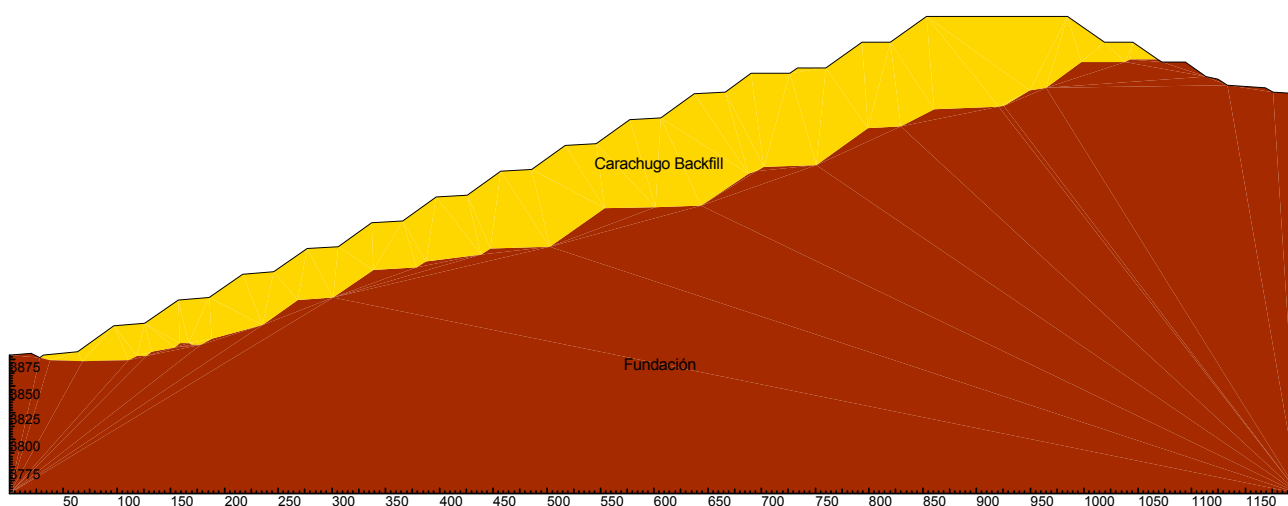

Figura 6: Sección de análisis - Sección D-D'
- Sección D-D': Se analizó el talud máximo del Depósito de Desmonte Carachugo Etapa 3 para su condición final. La **Figura 6** muestra la Sección D-D'.